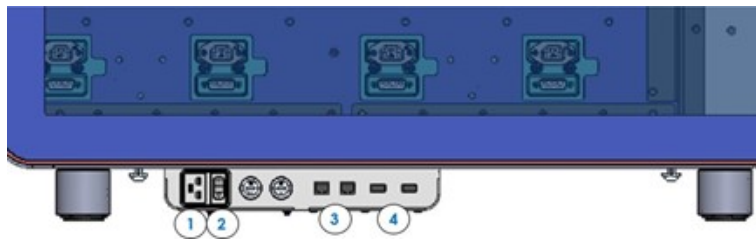

Bild 3. QIAstat-Dx Rise bakre anslutningsbox.
1. Kontrollera först att strömbrytaren på instrumentets sidoanslutningsbox är i läge "I" (Bild 3). Tryck på knappen **PÅ/AV** på framsidan av QIAstat-Dx Rise för att starta enheten (Bild 5).